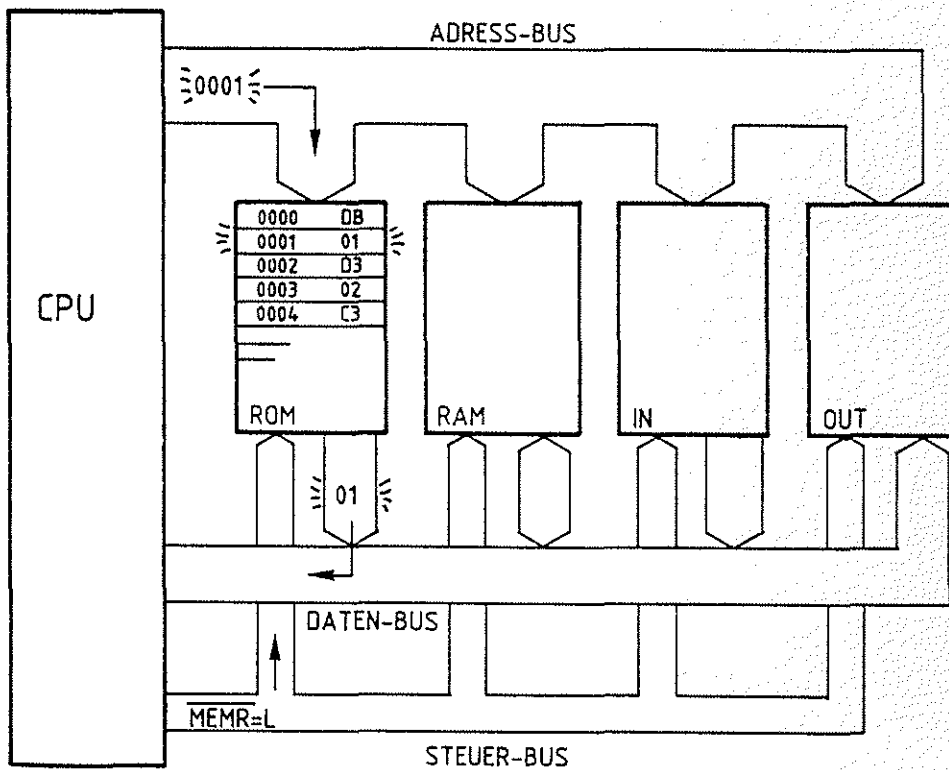

Bild 4: Lesen der Port-Adresse 01 aus dem Speicher
- Zum Lesen des Inhalts der nächsten Speicherzeile erhöht der Prozessor den Befehlszählerstand um Eins, transportiert ihn zum Adreßregister und aktiviert das Steuersignal $\overline{\text{MEMR}}$. Der Speicher übergibt daraufhin den Inhalt der Speicherzeile 0001 an den Akkumulator. Jetzt hat der Prozessor alle Informationen für die Ausführung des 1. Befehls (Bild 4).